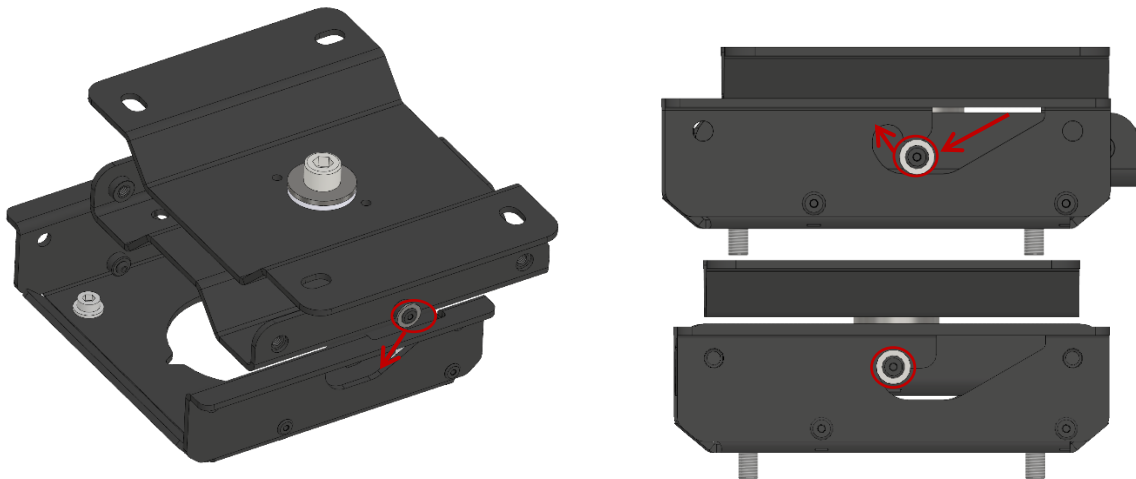

Abbildung 25 Montage des ECO-QH-S mit dem ECO-CB
**Schritt 3:** Schieben Sie den ECO Quick Hang S von unten in die ECO-Deckenhalterung, sodass seine beiden seitlichen Stifte in die beiden Aussparungen gleiten und dort einrasten, wie in den Bildern unter Abbildung 25 Montage des ECO-QH-S mit dem ECO-CB gezeigt.